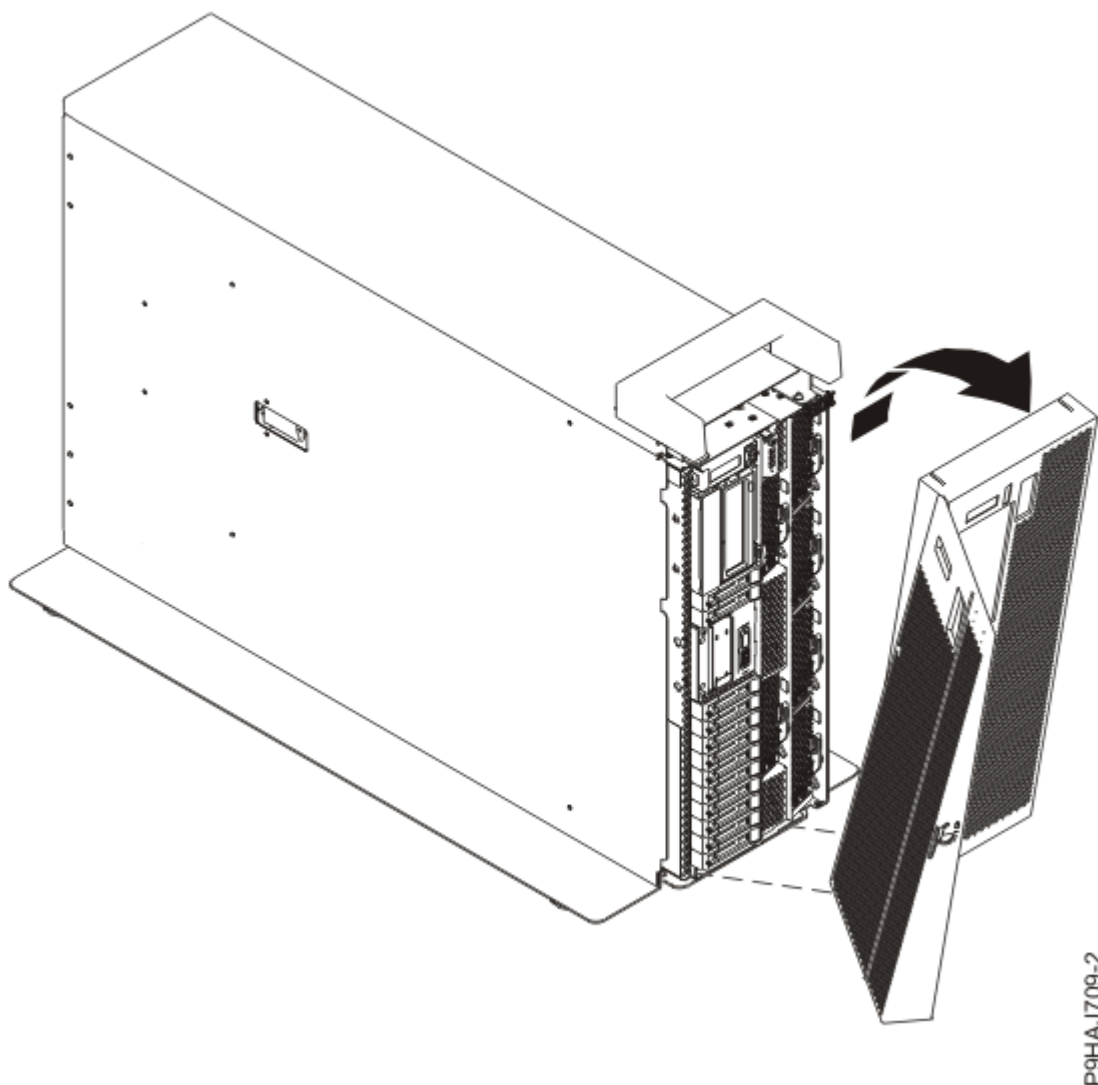

図 39. 前面カバーの取り外し
- d) 41 ページの図 39 に示すように、カバーをシステムから引き離します。